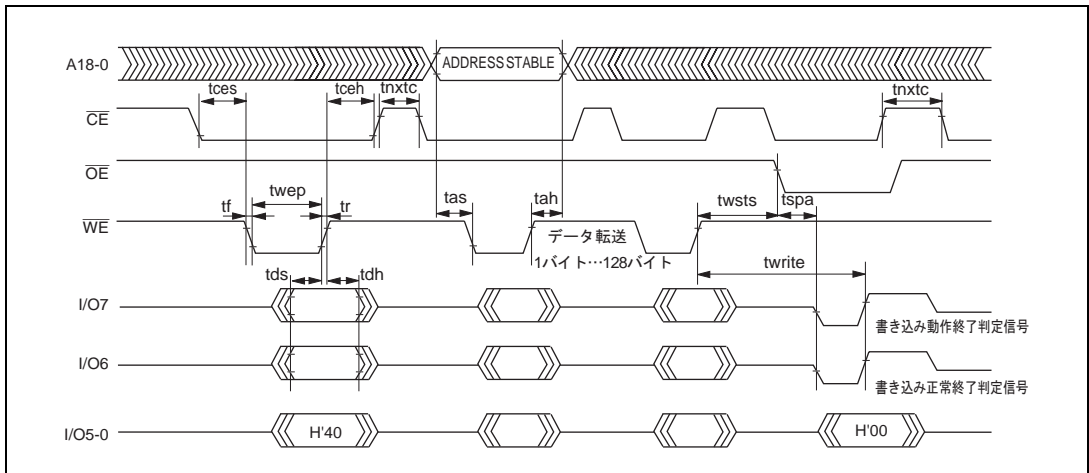

図 17.56 自動書き込みモードのタイミング波形
- (1) 自動書き込みモードでは、128バイト同時書き込みを行います。これは、バイトデータを128回連続で転送してください。
- (2) 128バイト以下の書き込みでも128バイトのデータ転送を行う必要があります。必要ないアドレスへのメモリ書き込みは、データをH'FFにして書き込みを行う必要があります。
- (3) 転送するアドレスの下位7ビットは、ロー状態にしてください。有効アドレス以外を入力した場合は、メモリ書き込み動作に移行しますが、書き込みエラーとなります。
- (4) メモリアドレスの転送は、第2サイクルで行います(図17.56)。第3サイクル以降では転送しないでください。
- (5) 書き込み動作中は、コマンド書き込みを行わないでください。
- (6) 書き込みは、各アドレスの128バイト単位のブロックに対して、1回の自動書き込みで行ってください。すでに書き込まれたアドレスブロックへの2回以上の追加書き込みは行えません。
- (7) 自動書き込み正常終了の確認には、I/O6を調べるにより行います。または、ステータス読み出しモードを使用しても確認することができます(I/O7のステータスポーリングは、自動書き込み動作終了判定用端子です)。
- (8) ステータスポーリングのI/O6、I/O7の情報は、次のコマンド書き込みまで保持されます。次のコマンド書き込みが行われていなければ、 \overline{CE} 、 \overline{OE} をイネーブルにすることにより読み出し可能となります。